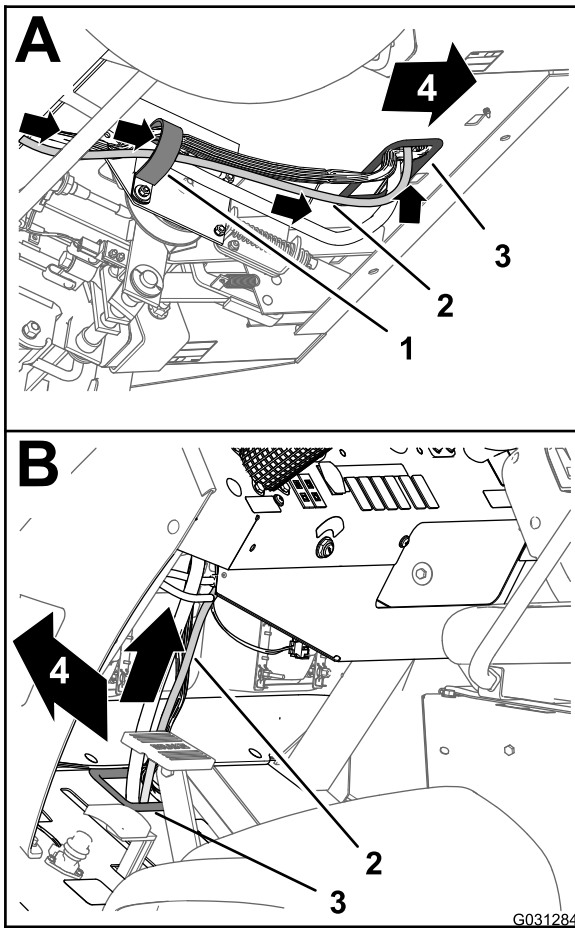

図 167
3. データ用ハーネスの220cm の枝線を前方上方向へ延ばして、フロアパネルの穴についてのハトメに通す 図 167。
- データ用ハーネスの 220cm の枝線を上方へ、機体の前方ワイヤハーネスに沿って延ばす 図 167。